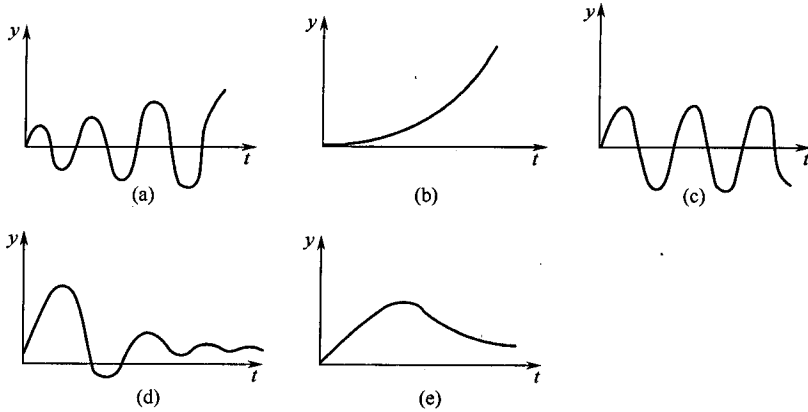

图 1-4 过渡过程的几种基本形式
① 发散振荡过程 如图 1-4 (a) 所示。它表明当系统受到扰动作用后，被控变量上下波动，且波动幅度逐渐增大，即被控变量偏离设定值越来越远，以致超越工艺允许范围。
② 非振荡发散过程 如图 1-4 (b) 所示。它表明当系统受到扰动作用后，被控变量在设定值的某一侧做非振荡变化，且偏离设定值越来越远，以致超越工艺允许范围。
③ 等幅振荡过程 如图 1-4 (c) 所示。它表明当系统受到扰动作用后，被控变量作上下振幅恒定的振荡，即被控变量在设定值的某一范围内来回波动，而不能稳定下来。
④ 衰减振荡过程 如图 1-4 (d) 所示。它表明当系统受到扰动作用后，被控变量上下波动，且波动幅度逐渐减小，经过一段时间最终能稳定下来。
⑤ 非振荡衰减过程 如图 1-4 (e) 所示。它表明当系统受到扰动作用后，被控变量在设定值的某一侧做缓慢变化，没有上下波动，经过一段时间最终能稳定下来。